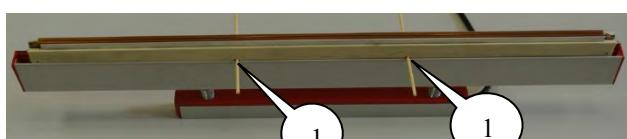
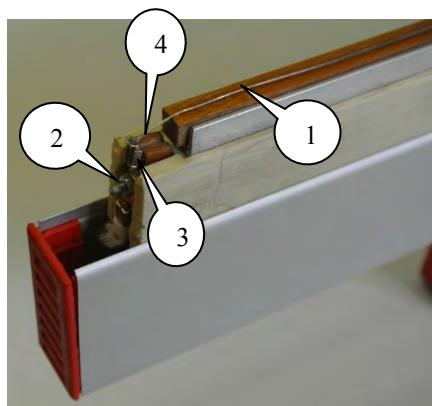

Рис. 2
Рис. 3
- После нажатия рама крепления запаивающего лезвия (1) Рис.3 поднимется вверх и примерно посередине в раме вы увидите два технологических отверстия (1; 1.1) Рис.2 диаметром по 3 мм;
они есть), чтобы зафиксировать раму в высокоподнятом положении над корпусом (см. Рис.2);
- Открутите гайку лезвия (2) Рис.3 специально приложенной отверткой с одной стороны;
- Снимите токоподводящую клемму(3) Рис.3;
- Снимите клемму нагревающего пружинного элемента (4) Рис.2;